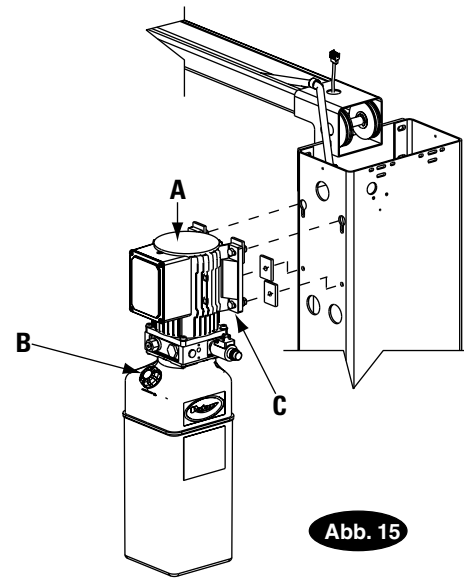

Abb. 15
(2) 5/16"-18NC x 1-1/2" HHCS durch die oberen Löcher in der Stromversorgungseinheit stecken (mit Rutschscheibe festhalten) (Abb. 14). Angeflanschte 5/16"-18NC-Muttern anbringen, bis Schraubenende mit Mutterende fluchtet. Stromversorgungseinheit an die Säulenverlängerung anbringen (Abb. 15). Schrauben/Mutter-Kombination in die oberen Löcher und bis unten ans Ende des Schlitzes schieben. HHCS, Rutschmatte und angeflanschte HHCS in die unteren Löcher der Stromversorgungseinheit bringen und festziehen. (Sicherstellen, dass die Rutschmatte zwischen Stromversorgungseinheit und Säulenverlängerung platziert ist). Obere HHCS und Mutter festziehen. Die herausstehende Verlängerung montieren, manuell anziehen und Öl pumpen, bis der O-Ring an der richtigen Stelle fixiert ist (Abb. 16). Dann die Sicherheitsmutter weiter mit max. 14 – 20 Nm (1,4 – 2,1 kgm) anziehen oder bis die Mutter und Sicherungsscheibe gegen den Pumpenverteiler anschlagen.